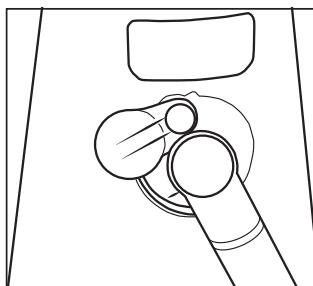

Fig. 2
1. Extraiga y gire la tapa de la abertura de acople de accesorios. Extraiga la obstrucción (Fig. 2).